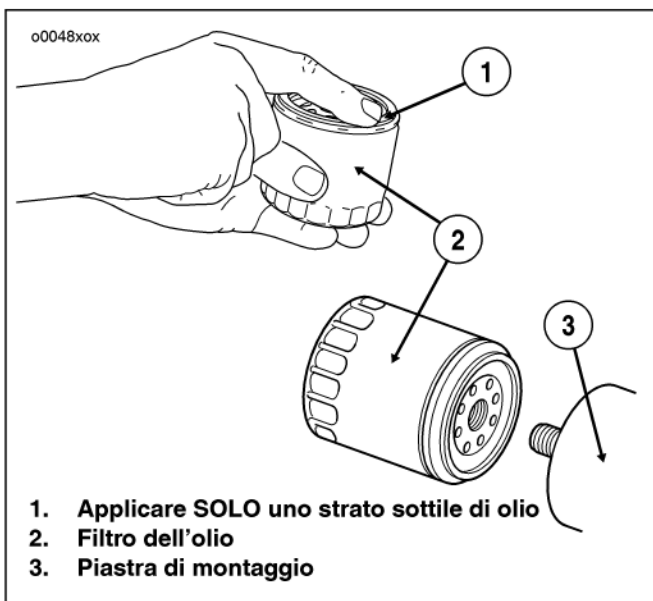

Figura 49. Applicazione di uno strato sottile di olio
- Vedere la Figura 49. Applicare un leggero strato di olio alla superficie di contatto della guarnizione sulla piastra di fissaggio, sulla guarnizione stessa e sul nuovo filtro dell'olio.